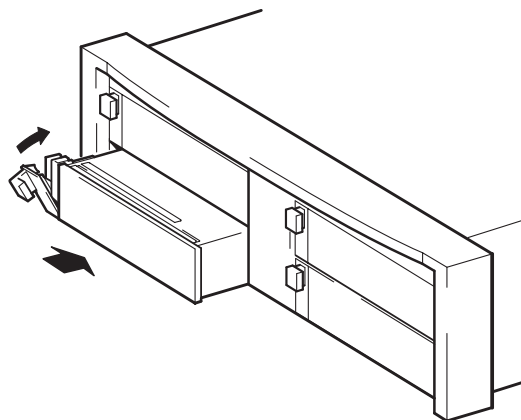
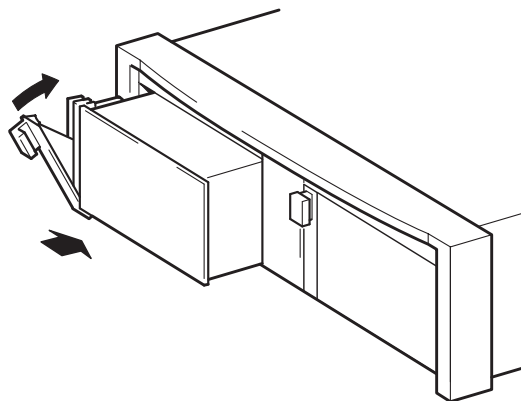

図 6b: ハーフハイト・テープ・ドライブ・
図 6d: フルハイト・テープ・ドライブ・
- 2 図 6b および図 6d に示すように、モジュール両側のガイド・レールが隔壁のスロットにはまっていることを確認しながら、空いているベイの 1 つにテープ・ドライブ・モジュールを挿入します。テープ・ドライブ・モジュール背面のコネクタがしっかりと固定されるまで、十分に押し込んでください。取出しレバーがわずかに閉まります。